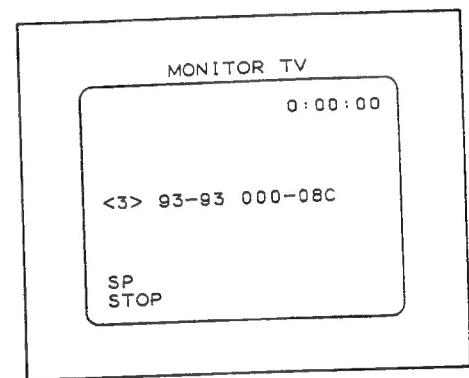

Fig. II-52
##### (3) Service mode <3> (Fig. II-52)